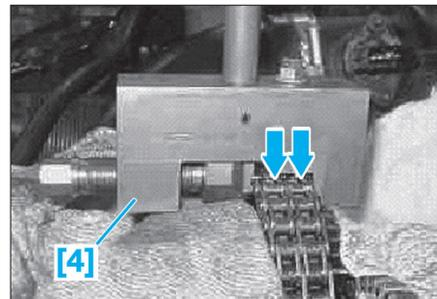

FIG. 33
- Mettre en place la plaquette extérieure neuve (15) sur l'outil [8b].
- Placer l'outil de rivetage [4] de telle sorte que les talons d'écartement de guidage s'insèrent (Fig.33).